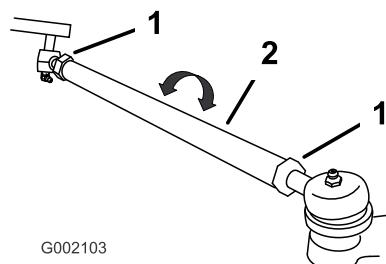

図 44
3. 前後の測定値が適正値から外れている時には(適正値はこの項の一番最初に示されている)、タイロッド両側のジャムナットをゆるめる(図 44)。